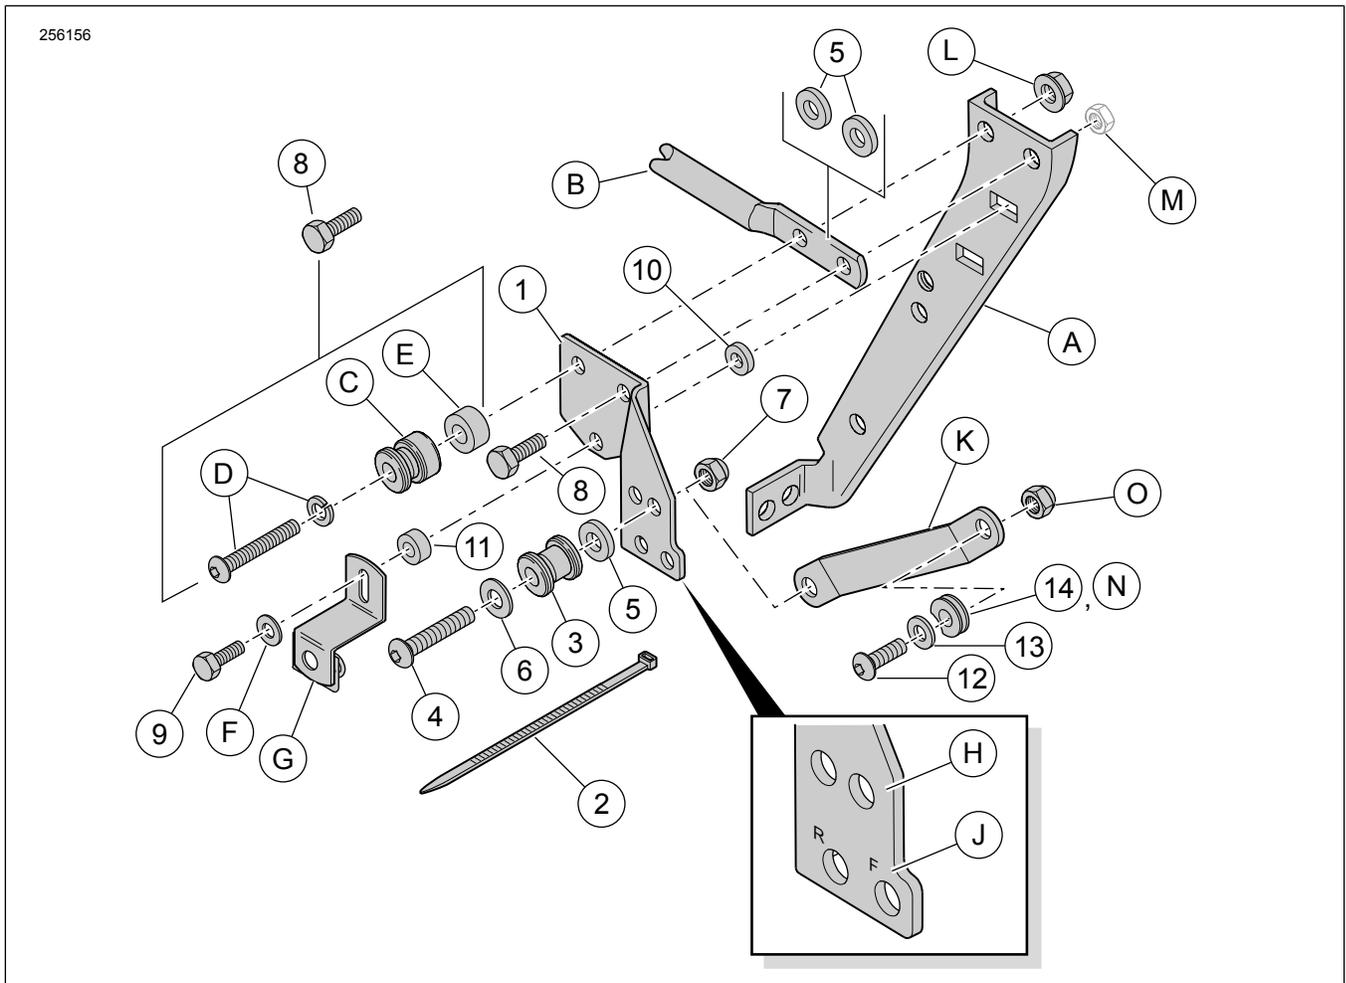
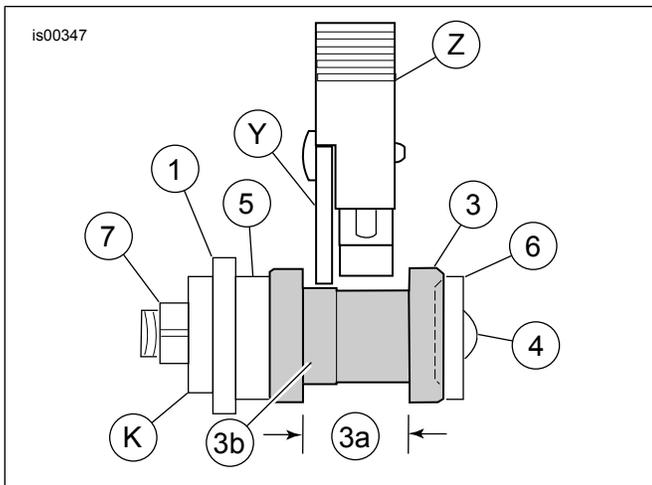

Figura 1. Contenido del kit: Kit de acoplamiento delantero instalado solo
Figura 7. Alineación correcta del punto de acoplamiento del pestillo
Ver Figura 1 . Las piezas de soporte de montaje del punto delantero de acoplamiento (1) son específicas de cada lado. Las letras estampadas cerca de los agujeros inferiores deben mirar hacia afuera e identificar las posiciones delantera (F) y trasera (R).
2. **Sin kit de acoplamiento trasero:** Consultar Figura 1 . Instalar la pieza de soporte de montaje de la siguiente manera:
- a. Instalar un tornillo largo de 5/16-18 x 1 pulgadas (25 mm) (8) en ambos agujeros superiores.
- b. Instalar un espaciador grueso de 1/8 pulgadas (3,2 mm) (5) en cada tornillo, entre la pieza de soporte de montaje (1) y la Equipo original (OE) pieza de soporte del soporte de la alforja (A).
Consultar Figura 1 . Instalar la pieza de soporte de montaje de la siguiente manera:
### 4. Ver Figura 1 y Tabla 2 . Instalar el montaje de la alforja trasera.
- 7. Vea Figura 7 y Figura 1. Colocar una arandela (6) en las roscas de un tornillo cabeza de botón (4) de este kit.
- 8. Colocar un punto de acoplamiento (3), con la orientación que se muestra, en las roscas del tornillo, seguido por un espaciador (5).
- a. **Para los modelos 1994-1996:** A través del agujero que está más atrás (H) en la pieza de soporte de montaje (1).
- b. **Para los modelos 1997 y posteriores:** A través del agujero que está más adelante (H) en la pieza de soporte de montaje (1).
- c. Insertar las roscas de los tornillos a través de un agujero más grande en la pieza de soporte (53805-99, elemento K, parte de la rejilla o kit vertical de Barra Sissy) y ajustar sin apretar con la tuerca de seguridad (7).